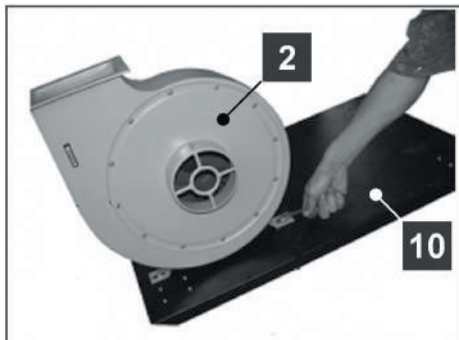

Рис. 13
- Закрепите на основании корпус вентилятора с двигателем и магнитным пускателем (2) с помощью болтов (рис. 13).